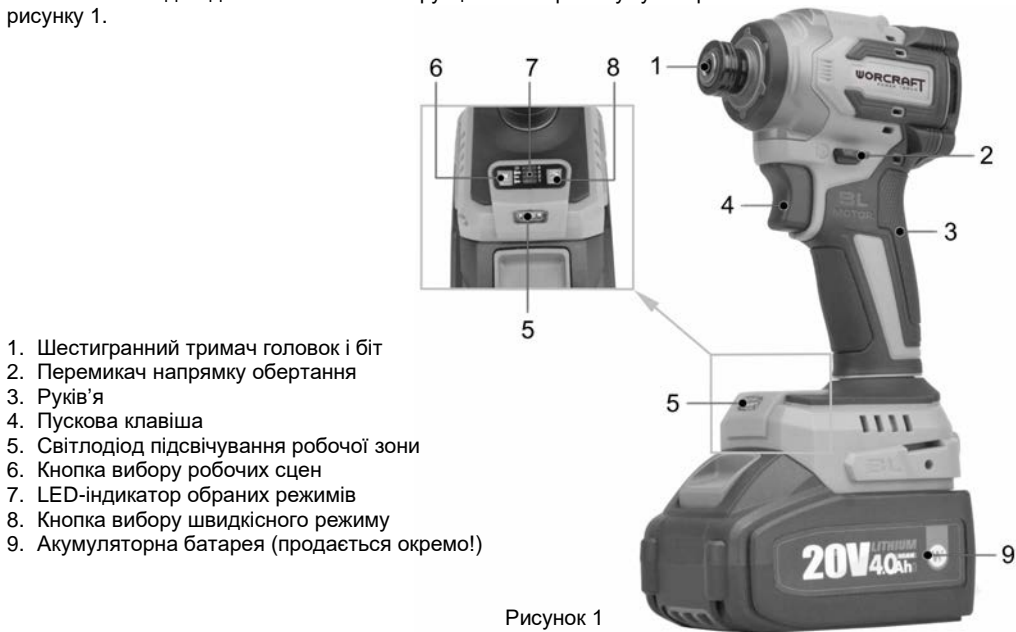

Рисунок 1
4.2 Встановіть біту або торцеву головку в шестигранний тримач HEX-DRIVE (1, рисунок 1). Щоб зняти встановлену насадку витягніть втулку тримача назовні та витягніть насадку (дивіться рисунок 3).
4.3 Для ввімкнення необхідно натиснути пускову кнопку. Регулювання швидкості обертання шпинделя здійснюється ступенем натискання на пускову кнопку. Разом з натисканням пускової кнопки здійснюється підсвічування робочої зони світлодіодом (5, рисунок 1). Для вимкнення пристрою необхідно відпустити пускову кнопку (дивіться рисунок 3).
4.5 Якщо зручно вибрати одну з трьох сцен роботи (дивіться розділ 2.3.5), оберіть потрібну кнопкою вибору сцен (6, рисунок 1), дивіться рисунок 6.
4.6 Якщо необхідно вибрати потрібний швидкісний режим з відповідним крутним моментом (дивіться розділ 2.3.6 і таблицю 1), оберіть потрібний режим кнопкою (8, рисунок 1), дивіться рисунок 7.
- натисніть перемикач напрямку обертання (2, рисунок 1) праворуч для операцій викручування;
- натисніть кнопку робочих сцен (6, рисунок 1) доки світлодіодний індикатор (7) не загориться в положенні , щоб вибрати режим автостопу при викручуванні;